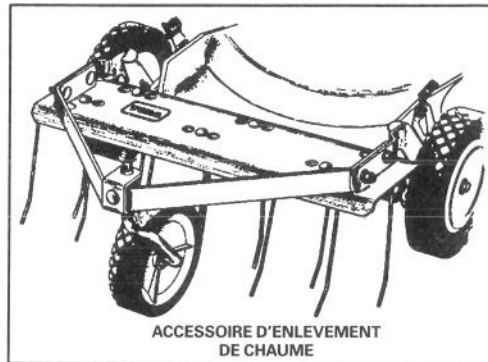

Figure 32
2. Kit de déchaumeuse, modèle N° 59131 – Se monte en quelques minutes. Se fixe à l'avant pour permettre une bonne manoeuvrabilité. Les fourchons à ressort soulèvent le chaume qui est alors aisément aspiré dans le sac à herbe (Fig. 32) et peut être jeté facilement.